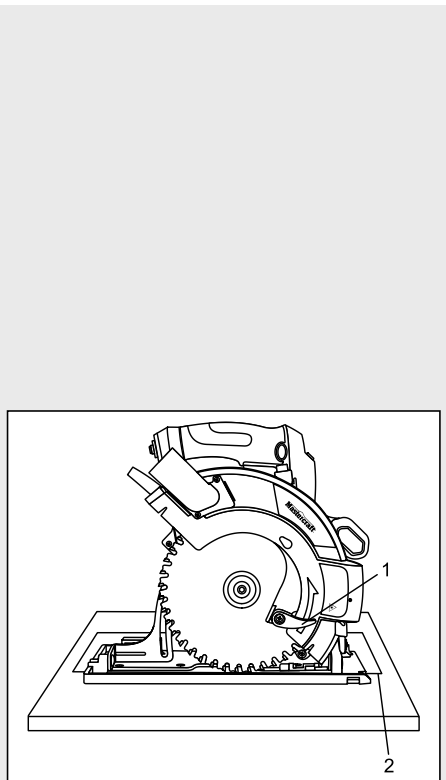

Fig. 16
3. Placez la scie sur la pièce à travailler en posant la semelle à plat sur la pièce à travailler (Fig. 16).
4. Ouvrez le protège-lame en tournant le levier du protège-lame (1) vers l'avant.
5. Alignez la lame de scie avec le trait de coupe (2) à l'aide du repère de coupe 0° sur la semelle et de la ligne guide du faisceau laser.
5. Utilisez une retaille de la pièce à travailler PLUS ÉPAISSE que la profondeur réglée; mettez la scie en marche et effectuez une coupe en plongée à la profondeur préréglée (Fig. 16 et 17).